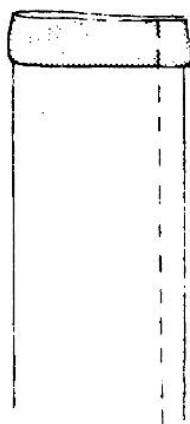

Рис. 335
4. Стачайте в 1 см от среза (рис. 335).